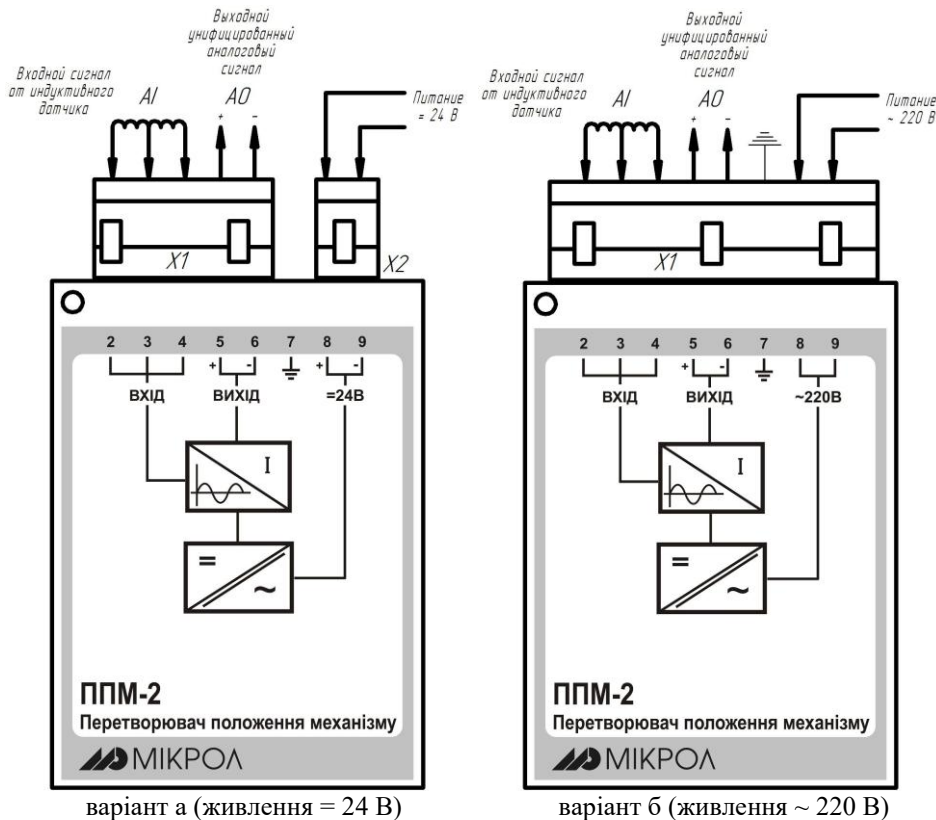

Рисунок 4.2 – Схема зовнішніх з'єднань ППМ-2
- з'єднаними контактами 2,3,4 та 5,6 - з'єднувача Х1; 8,9 – з'єднувача Х2 – для перетворювача з живленням 24 В (див. рис. 4.2.а),
- з'єднаними контактами 2,3,4; 5,6 та 8,9 - з'єднувача Х1 – для перетворювача з живленням 220 В (див. рис. 4.2.б).